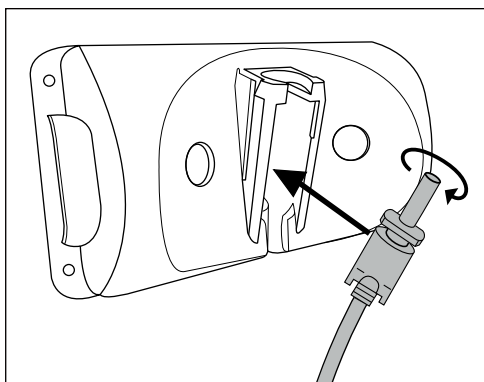

Abb. 1
- 1) Setzen Sie den Hohlstecker **5** des Netzteils **4** wie auf der nachfolgenden Abbildung gezeigt in den Wandhalter **3** ein. Fixieren Sie den Hohlstecker **5**, indem Sie ihn drehen (siehe Abb. 1).